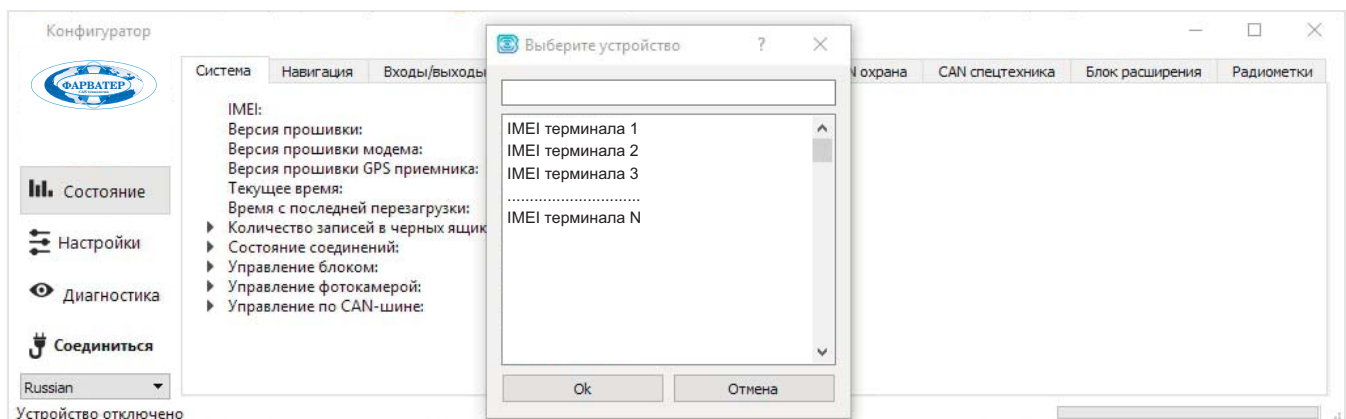

Рис. 4.2.
- Из предлагаемого списка выберите нужное устройство и нажмите «ОК» (Рис. 4.2.).